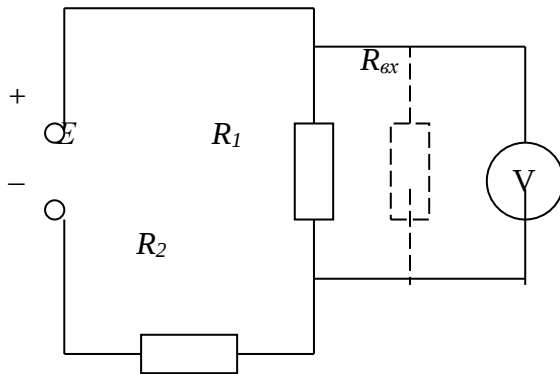

Рис. 3 Измерение напряжения на участке электрической цепи.
**Задача 4.** Для измерения напряжения на резисторе  $R_1 = 1$  кОм (см. рис.3) включен вольтметр класса точности  $K_{\text{П}}$  с конечным значением шкалы  $U_{\text{ном}}$  и  $R_{\text{вх}} = 5$  кОм показания